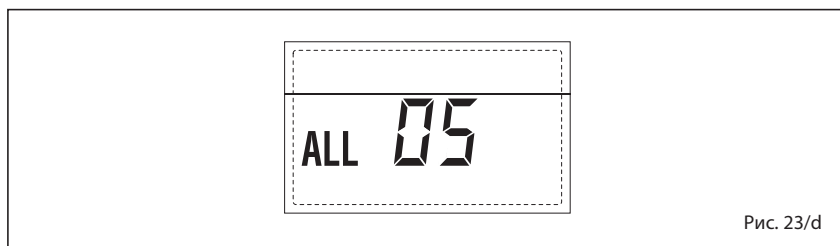

Рис. 23/d
– **БЛОКИРОВКА ПЛАМЕНИ «ТРЕВ. 06» (рис. 23/e)**